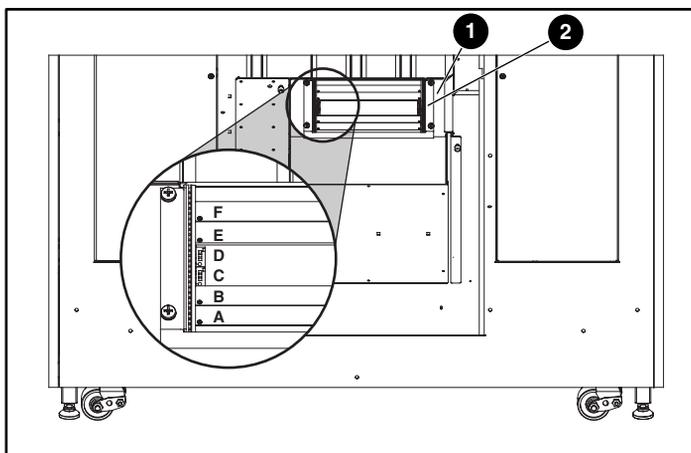

Figure 8 : Installation de la cage d'extension
4. Faites descendre la cage d'extension dans le compartiment électronique jusqu'aux broches-guides situées sur le fond de panier PCI. Appliquez une pression égale sur les deux côtés de la cage pour l'insérer fermement (reportez-vous à la Figure 8).